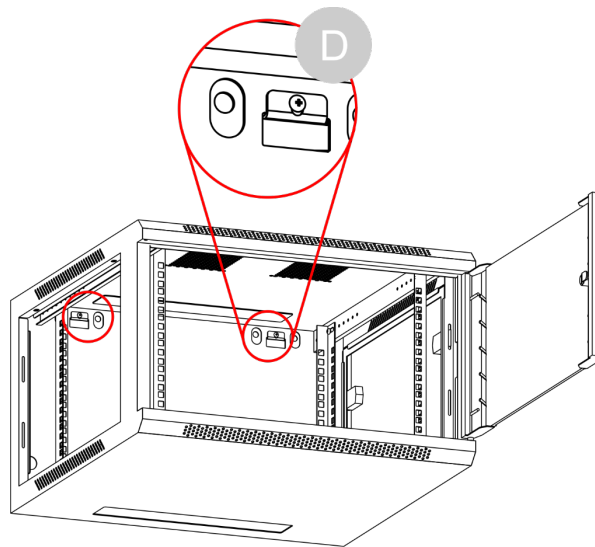

Fig. 23
- 09) Serrare le **viti di sicurezza (D)** e assicurarsi che l'armadio sia saldamente fissato, come mostrato nella Fig. 23.
- 10) Utilizzare le **chiavi (G)** per bloccare e sbloccare le porte. L'armadio è ora pronto per l'uso.